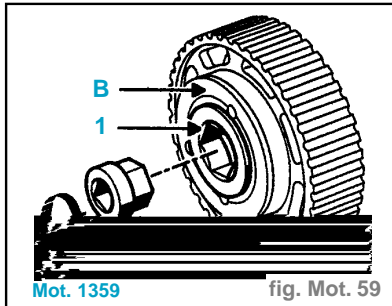

fig. Mot. 59
Attention : Débloquer légèrement la vis (1) avec l'outil Mot 1359 (attention : c'est un pas à gauche) de manière à libérer le flasque (B) en rotation. (fig. Mot. 59)
- Serrer la vis (1) à 9 daN.m, outil Mot. 1359. (fig. Mot. 59)